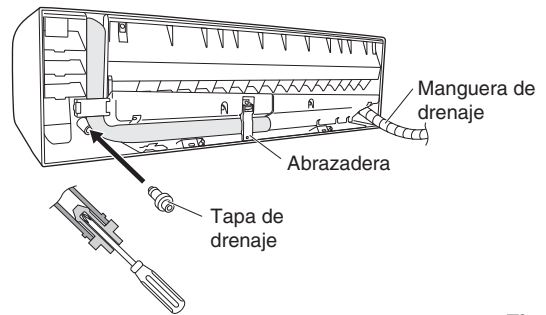

Fig. 3-30
- (d) Vuelva a fijar la manguera de drenaje al lado izquierdo y la tapa de drenaje en el lado derecho. (Fig. 3-30)
- (3) Instale la unidad interior en el panel posterior.
- (4) Conecte el tubo y el cableado en el interior desde el exterior.
- (5) Tras realizar una prueba de fugas, fije el grupo de tubos con cinta blindada y guárdelo en el interior de la zona de almacenamiento de tubos ubicada en la parte posterior de la unidad interior y fíjelo con abrazaderas. (Figs. 3-30 y 3-32)